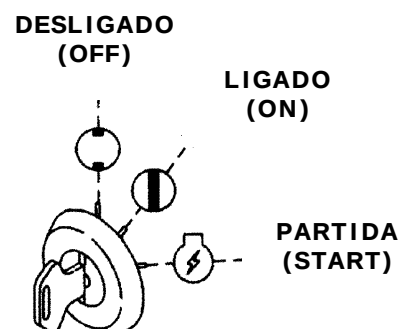

FIGURA 1-13
1.4.11 - ALAVANCA DE TRAVA DO FREIO (FIGURA 1-13)
1.6.1 – CHAVE DE PARTIDA (FIGURA 1-13)
- ① **OFF (DESLIGADO):** A chave está fora da posição. Nenhum circuito está ativado.
- ① **ON (LIGADO):** circuitos de carga e lâmpadas ativados. Mantenha a chave na posição **ON (LIGADO)** após a partida.